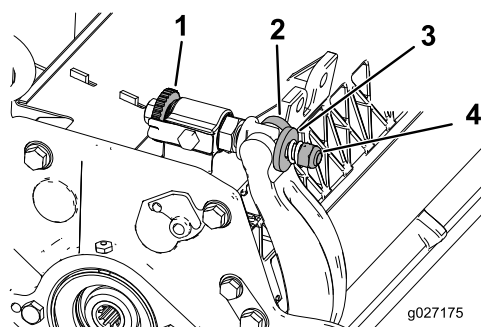

Figura 24
1. Rode os parafusos de ajuste da barra de apoio no sentido contrário ao dos ponteiros do relógio, para afastar a lâmina de corte do cilindro (Figura 24).
2. Faça recuar a porca da mola tensora até que a anilha deixe de estar sob tensão contra a barra de apoio (Figura 24).